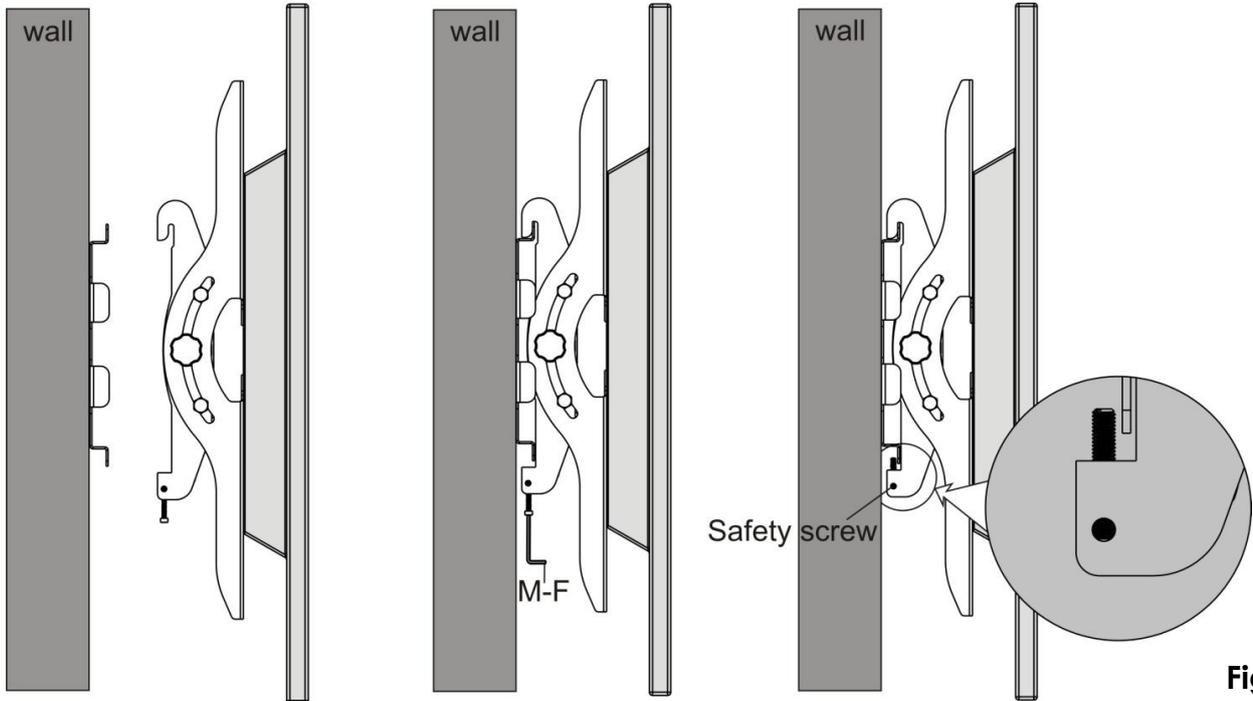

Fig. 7
- Una vez colocado con seguridad el soporte de montaje en la pared, eleve su TV con cuidado (entre 2 personas) y enganche los dos ganchos superiores por encima de la parte superior del raíl de la placa de la pared, como se indica en la Fig. 7.
- Apriete los tornillos de seguridad de los soportes de la pantalla con una llave Allen de 5 mm (M-F) como se indica en la Fig. 7.